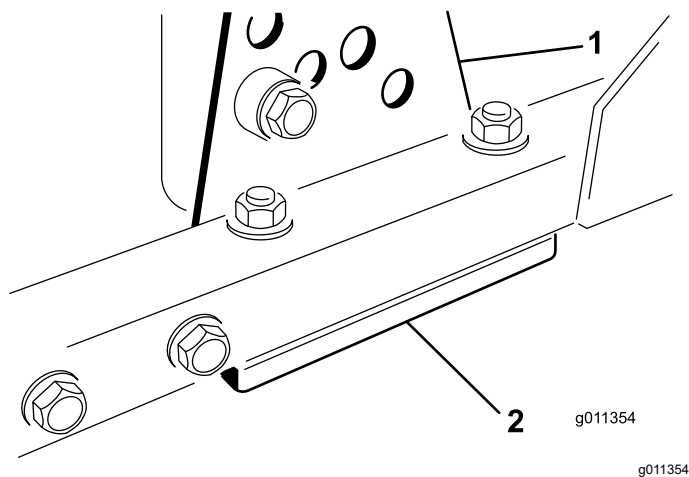

Bild 70
1. Entfernen Sie die Schnitthöhen-Einstellhalterung (vorne, links oder rechts) vom Mähwerkrahmen (Bild 70).
2. Führen Sie 1,5-mm- und/oder 0,7-mm-Beilagscheiben zwischen dem Mähwerkrahmen und der Halterung ein, um die gewünschte Schnitthöhe zu erhalten (Bild 70).